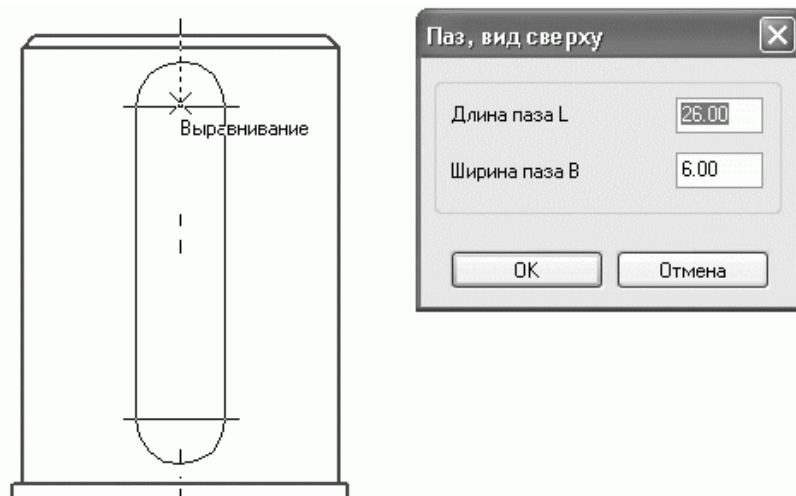

Рис. 2.99. Построение изображения шпонки (шпоночного паза) средствами КОМПАС
6. Осталось добавить изображения шпонок. Можно создать их собственноручно или использовать для этого стандартные средства КОМПАС. Запустите менеджер библиотек и раскройте в нем раздел Прочие. Дважды щелкните на строке Прикладная библиотека КОМПАС в правой части менеджера, перейдите в раздел ГЕОМЕТРИЧЕСКИЕ ФИГУРЫ и двойным щелчком выберите элемент Паз, вид сверху. В появившемся окне задайте длину и ширину паза, затем нажмите кнопку ОК и разместите паз на чертеже (рис. 2.99). Размеры шпонки на выходном участке вала ($b \times h \times t$) – $90 \times 20 \times 12$ мм. Создайте еще одно изображение шпонки на этом же валу для соединения его с зубчатым колесом. Ее размеры – $110 \times 22 \times 14$. Размеры шпонок приведены к стандартным и определены в результате расчета шпоночных соединений.